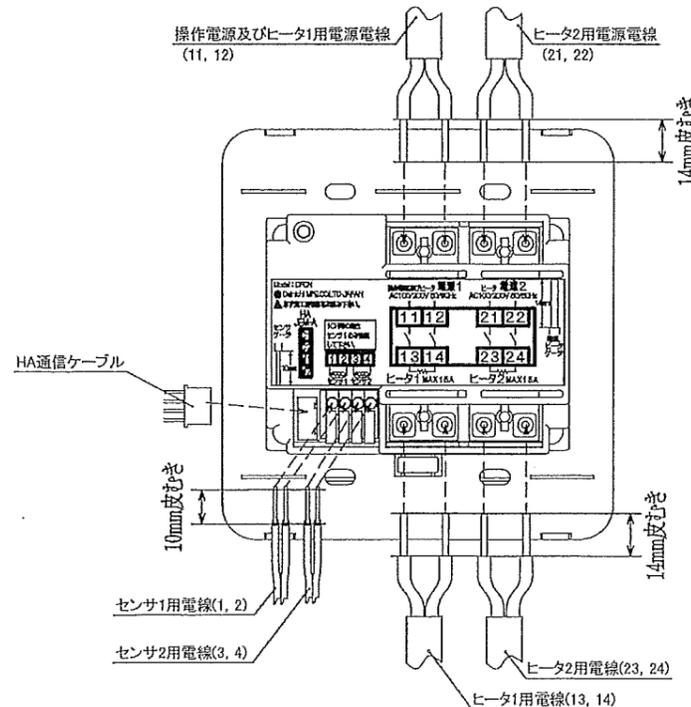
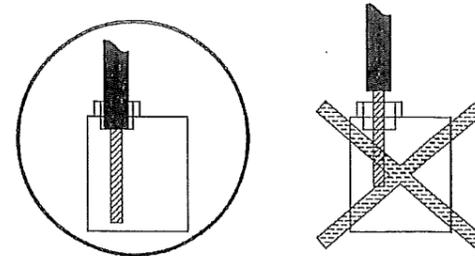

図2 配線詳細図
図3 電線差込み例
2) 下記電線をケース部に配線して下さい。(図2)
① 単線φ1.6mm~2.0mmを**14mm**皮むきして下さい。皮むき線長14mmは厳守して下さい。ヒータ回路につき、皮むき線長が短いと接触不良、長いと他回路とのショートにより発熱し危険です。
② 挿入感があるまでしっかり**奥まで差し込んで**下さい。(図3)